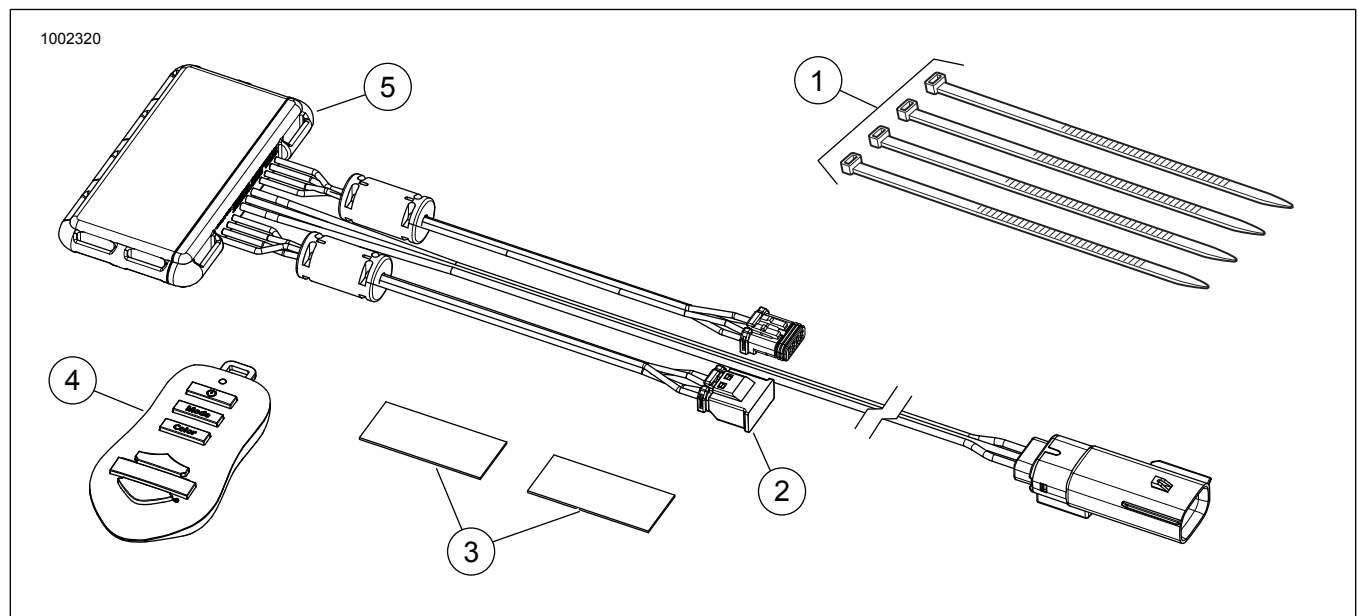

Figura 2. Piezas de servicio, kit del controlador Spectra Glo
Figura 2 y Tabla 1 .
5. Figura 2 Elija una ubicación adecuada para montar el controlador (5) debajo del asiento o detrás de la cubierta lateral izquierda. Use la cinta adhesiva de doble cara (3) provista en el kit o correas de cables (1).